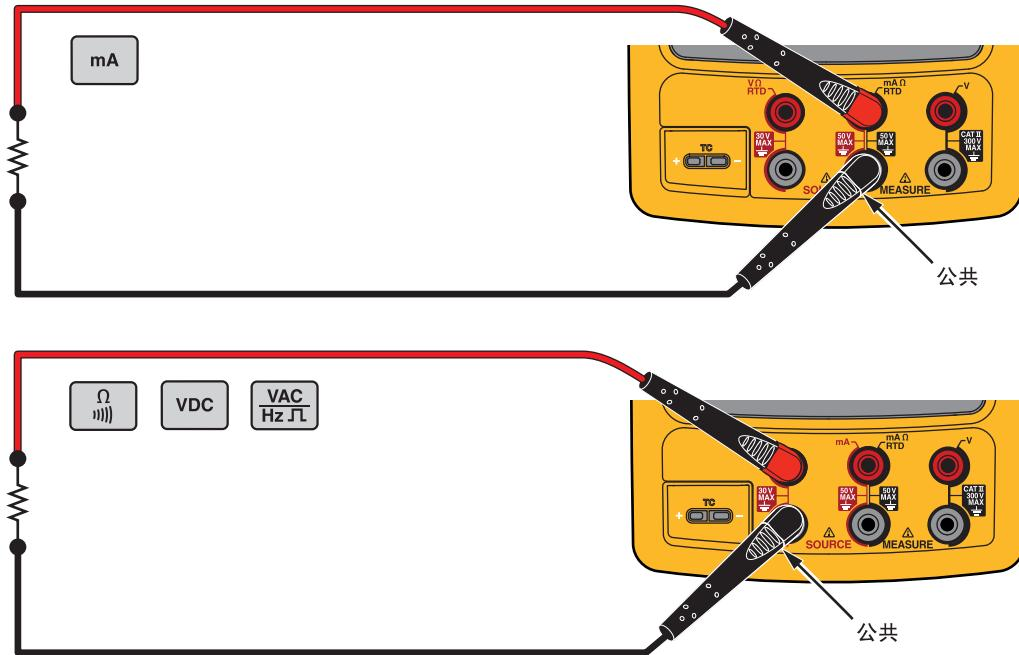

图 18. 电气输出连接
1. 根据输出功能，按照图 18 所示连接测试线。
3. 记录所需的输出值，然后按 。例如要输出 5.5 V 直流电，按  ⑤  ① 。